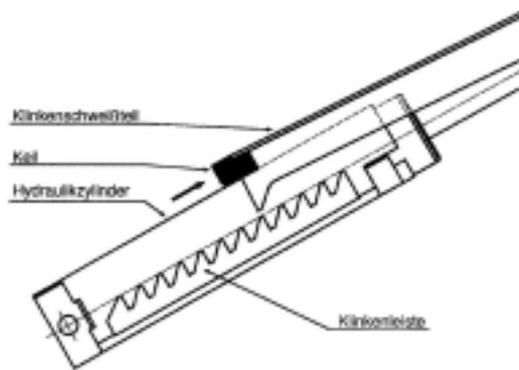

Bild 11: Keil einlegen
- Die Sicherheitsklinke manuell anheben. D.h. Es muß ein geeigneter Gegenstand (z.b. Keil siehe Bild 11) zwischen den Hydraulikzylinder und den Klinke gelegt werden. Der Zahn der Klinke kann dadurch nicht mehr einrasten. Diese Maßnahme muß an beiden Hydraulikzylindern vorgenommen werden.